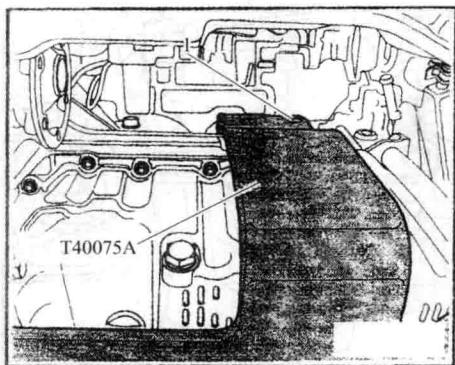

图 1-22 将发动机支架 T40075A 用一个螺栓拧到曲轴箱上
35) 如图 1-22 所示，将发动机支架 T40075A 用一个螺栓 $\text{M}8 \times 35-1$ 手动拧到曲轴箱上。